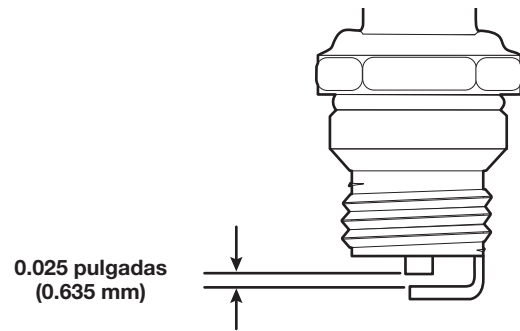

Fig. 17
4. Use un calibrador de separación para ajustar una separación de aire de **0.025 pulgadas (0.635 mm)** (Fig. 17).